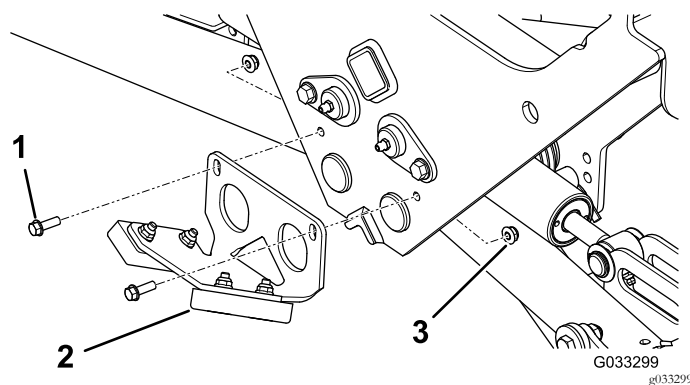

Bild 21
2. Montieren Sie die hintere Stoßstange, wie in Bild 21 abgebildet.